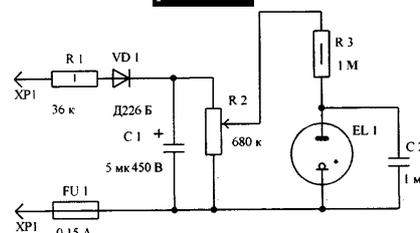

рис. 2
**Наладка.** При изготовлении конструкции из элементов б/у все имеющиеся EL перед сборкой желательно проверить в работе по схеме рис.2 на релаксацию при постоянном питающем напряжении и RC-цепи, например, 1 МОм и 1 мкФ. Для получения надежного контакта с электродами индикаторов, имеющих штыревые контакты, можно использовать гнездовые части подходящего диаметра от разъемов типа ШР. Перед включением схемы подвижный контакт R3 должен находиться в крайнем нижнем положении. Подключив схему к источнику питания, а к движку R3 - вольтметр, постепенно увеличивают напряжение до появления релаксации и отмечают это значение. Увеличивают напряжение дальше до перехода от генерации в постоянное свечение. Рабочим напряжением для данного типа индикатора будет напряжение, находящееся примерно посередине этого интервала. Частоту вспышек подбирают, изменяя сопротивление резистора R4. Длительность разряда зави-